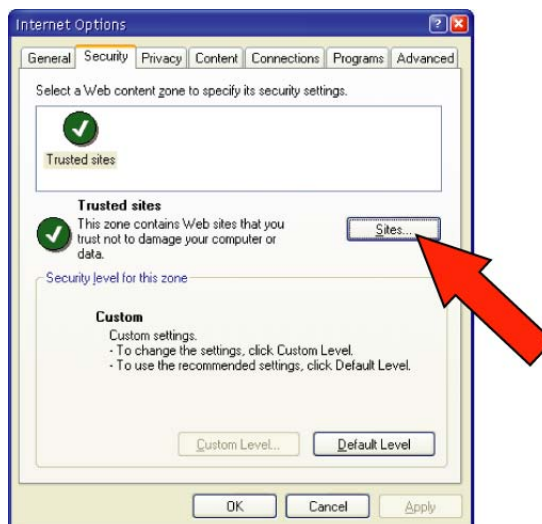

Figura 6.19 Ficha de Seguridad para Sitios de Confianza
- En los valores de **Trusted sites**, haga clic en **Sites...** (consulte la flecha en la *Figura 6.19*).